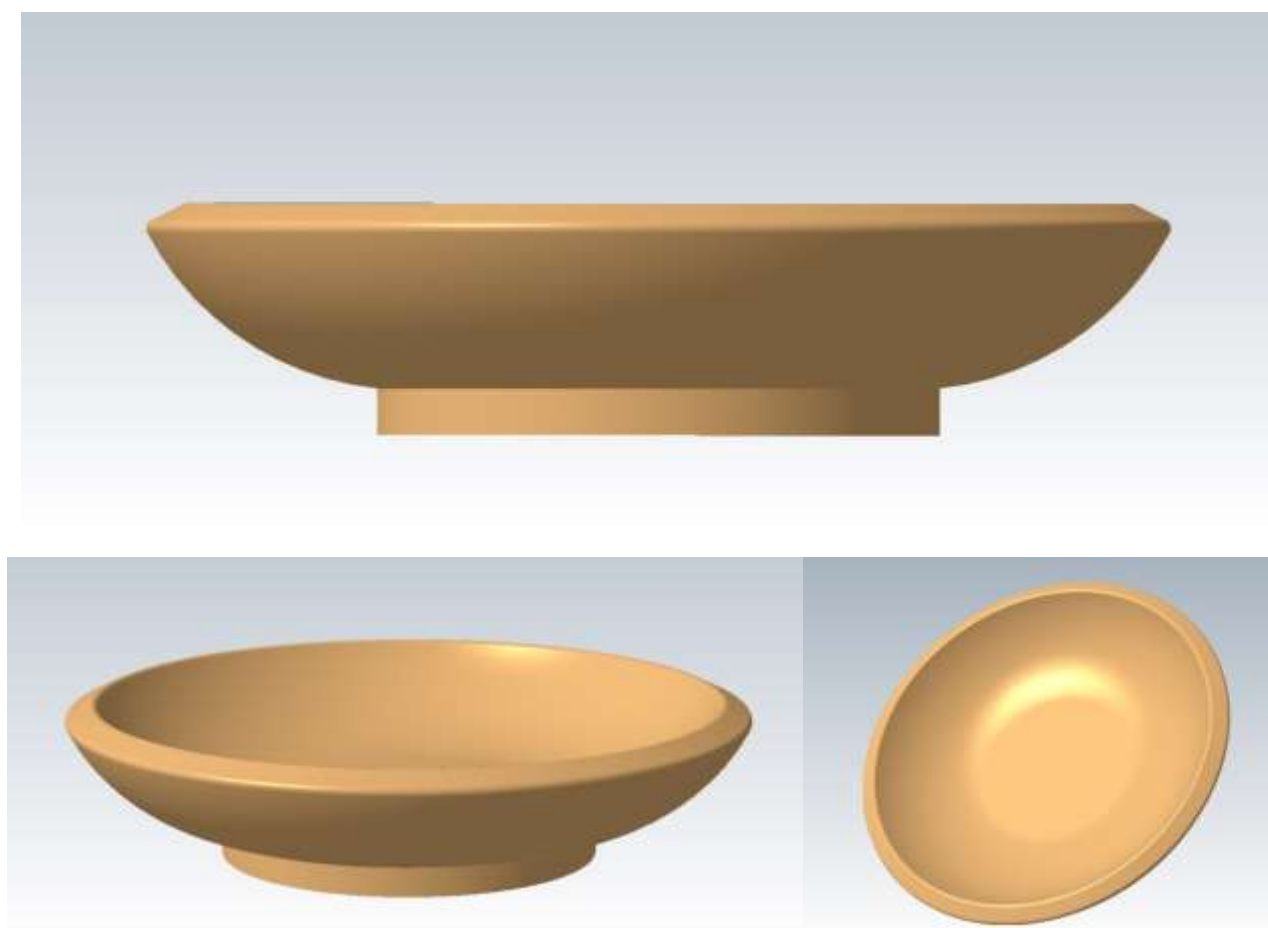

Рис. 1
1. По данному образцу (Рис. 1) разработайте технологическую карту (Таблица 1) для изготовления изделия «Декоративная тарелка»;